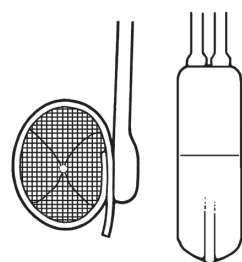

Figura 4-41. Manguito y bomba llenos
*Nota: esto hará que el dispositivo de desactivación vuelva a la posición de activación. Una vez activado el dispositivo, la bomba se llenará primero y, después, se volverá a llenar el manguito. **(Figura 4-41)***